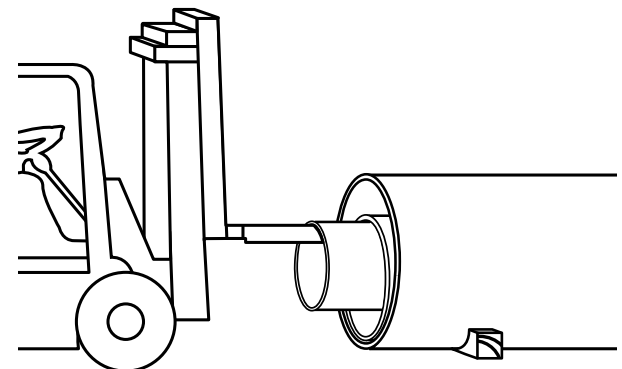

Figura 2-7 Desembalaje de tubos anidados con el brazo de izado de una carretilla elevadora
- 4 Se aconseja realizar el desembalaje y la separación de los tubos interiores en un lugar preparado para este fin. Los tubos interiores se extraen empezando siempre por el de menor diámetro, levantándolo ligeramente con un brazo de izado convenientemente forrado que permita mantener el tubo suspendido, y retirándolo con mucho cuidado para evitar que roce con los demás tubos (**Figura 2-7**). Cuando las limitaciones de peso, longitud o equipo impidan este método de desembalaje, el proveedor sugerirá otros procedimientos oportunos en función de cada proyecto.